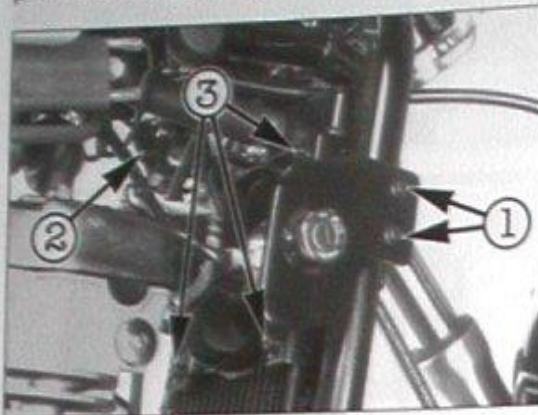
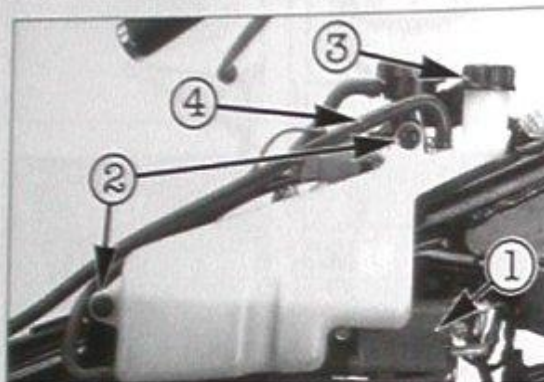

Bild 24
Bild 25
- Ab Baujahr 1996: Befestigungsschrauben ① Bild 24 ausdrehen, Zündschloss abnehmen und mit Klebeband am Rahmenunterzug fixieren.
- Stecker des Lüftermotors ② trennen.
- Drei Befestigungsschrauben ③ ausdrehen und Lüftermotor abnehmen.
- Zündspulen ① Bild 25 samt Zündkerzensteckern abnehmen und Zündkerzen ausdrehen.